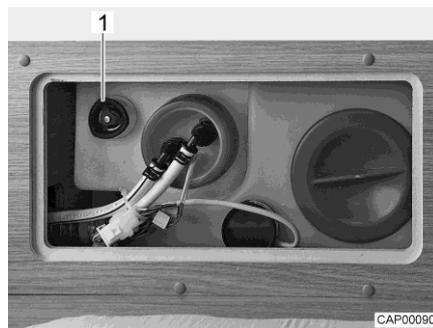

Fig. 124 Réservoir d'eau avec poignée tournante
- Faire tourner la poignée tournante (Fig. 124,1) du réservoir d'eau à fond dans le sens inverse des aiguilles d'une montre au-delà de la résistance pour ouvrir entièrement l'ouverture d'écoulement.